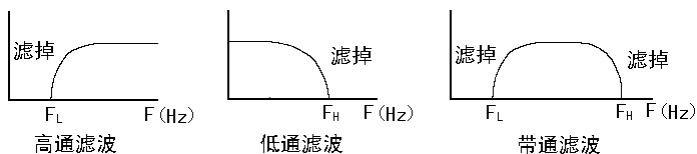

图 2.2.21 滤波示意图
- 4) **数字滤波**：包括低通、高通及带通三种滤波方式。低通滤波是将大于某一截止频率的信号滤掉，高通滤波则是将小于某一截止频率的信号滤掉，而带通滤波则是将大于高截止频率、小于低截止频率的信号滤掉。滤波示意图如图2.2.21所示。在分析时，一般低通滤波使用较多。截止频率值可根据经验设定，桩越长，低通截止频率应越低。也可对信号先进行谱分析，然后再设置截止频率值。